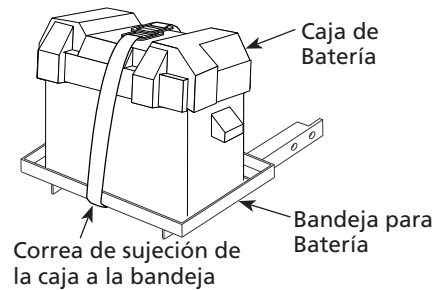

Figura 3 - Asegure la Caja
4. Ponga la tapa sobre la caja de batería y asegúrela con la correa. Cerciórese de que la correa sujete firmemente la caja a la bandeja (ver Figura 3).